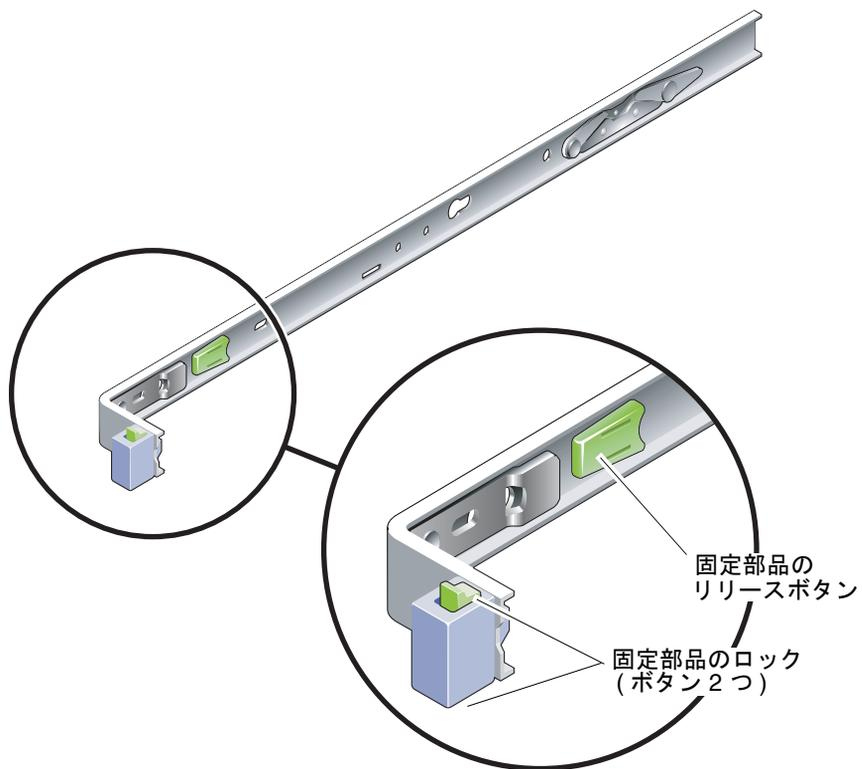

図 1-3 固定部品のロック
- Sun Fire T1000 の各固定部品には、ロックが 2 つ付いています (図 1-3)。固定部品のロックを解除すると、前方へスライドさせることができます。固定部品のリリースボタンを使用すると、スライドレールから固定部品を取り外すことができます。リリースボタンは、固定部品をスライドレールへ押し込むときにも使用します。